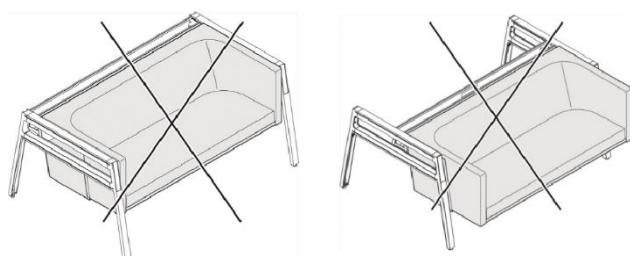

Figura 20 Sofá, montaje no admisible
- En los componentes básicos (pedestales y canaleta de cables) en vez de una plancha de escritorio de un puesto doble de trabajo (véase Figura 20 derecha), en caso de no montar algo en el lado contrario.